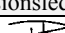

Figur 6.1 Montage av plaströr för RF-mätning i borrhål.
4. Kontrollera mätdjupet med t.ex. ett skjutmått utmed borrhålets omkrets, mätdjup (d) se figur 6.1, och notera uppmätt mätdjup i protokollet. Om toleransen inte uppnås görs ett nytt hål på avståndet minst två gånger borrhålets djup från det första hålet.